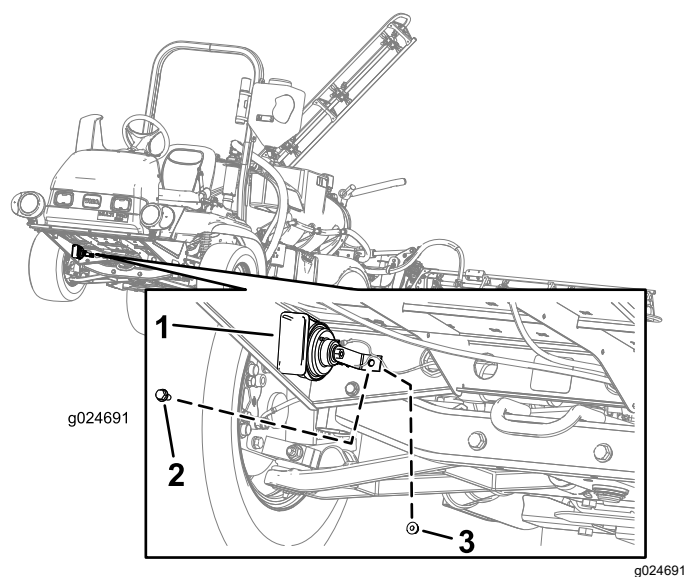

Figura 3
1. Alinhe o conjunto da buzina com o furo que se encontra no lado direito frontal da máquina (Figura 3).
2. Insira o parafuso de cabeça sextavada (5/16-18 x ¾ pol.) através do furo do conjunto da buzina e estrutura da máquina (Figura 3).
3. Instale o conjunto da buzina na máquina com o parafuso de cabeça sextavada (5/16-18 x ¾ pol.) e porca flangeada (5/16-18) como se mostra na Figura 3.